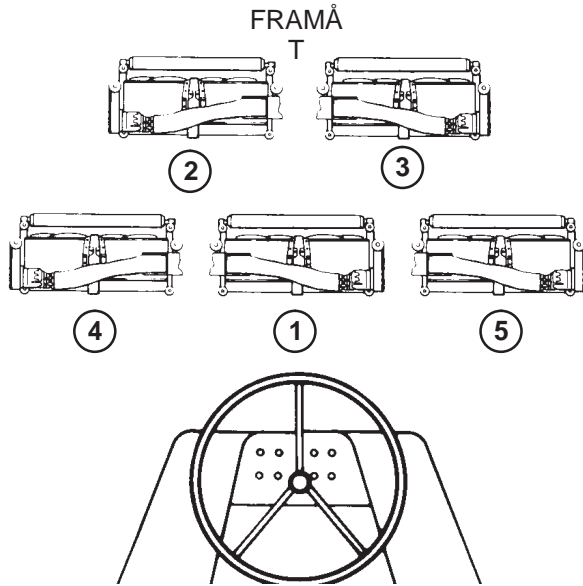

Fig. 1
1. Lägg alla fem klippenheterna på golvet framför maskinen, se fig. 1. Placera de 3 högra klippenheterna (alla tre är likadana) som nr 1, 3 och 5. Placera även de vänstra klippenheterna nr 2 och 4 (båda är likadana).